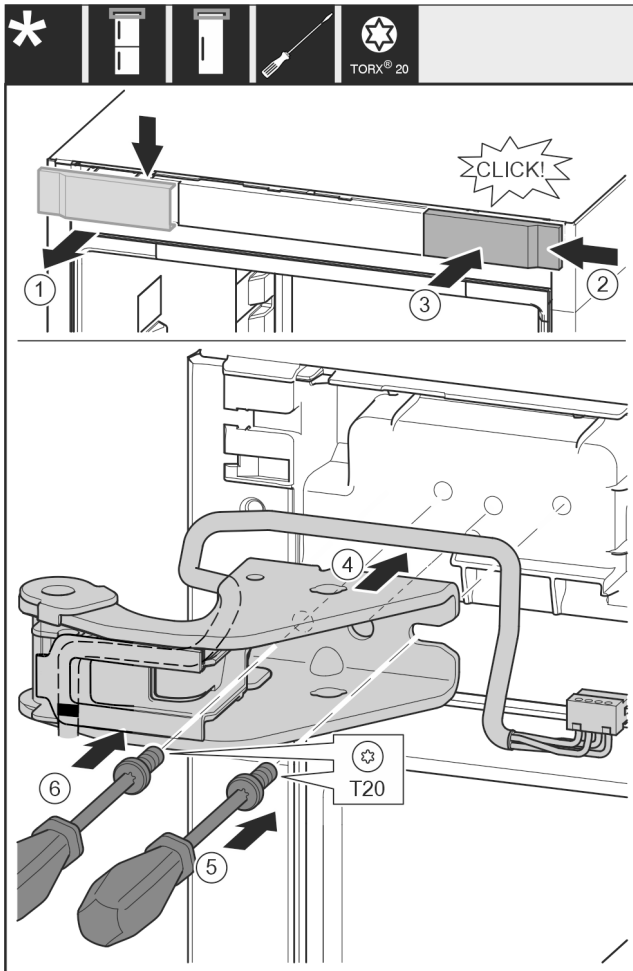

Fig. 32
- ▶ 从上方朝前取下盖板。 Fig. 32 (1)
- ▶ 将盖板旋转 180° 至另一侧从右边挂上。 Fig. 32 (2)
- ▶ 卡入盖板。 Fig. 32 (3)
- ▶ 装上上方的托架。 Fig. 32 (4)
- ▶ 用 T20 螺丝刀放上并旋紧螺钉。 Fig. 32 (5)
- ▶ 用 T20 螺丝刀安装并旋紧螺钉。 Fig. 32 (6)